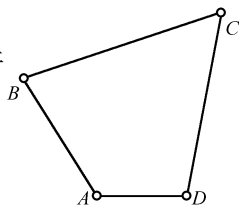

图 28
15. 如图 28 所示铰链四杆机构中，已知 $BC = 50\text{mm}$, $DC = 35\text{mm}$, $AD = 30\text{mm}$, AD 为机架，试求：①若此机构为曲柄摇杆机构，且 AB 杆为曲柄， AB 的最大值；
②若此机构为双曲柄机构 AB 的最大值。